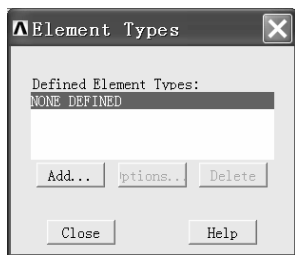

图 2-127 “Element Types”窗口 (1)
(2) 依次选择 **Main Menu>Preprocessor>Element Type>Add/Edit/Delete** (如果对这个操作不理解, 请参考本书第 1 章 1.4 节的“入门引例”), 弹出“Element Types”窗口 (见图 2-127)。